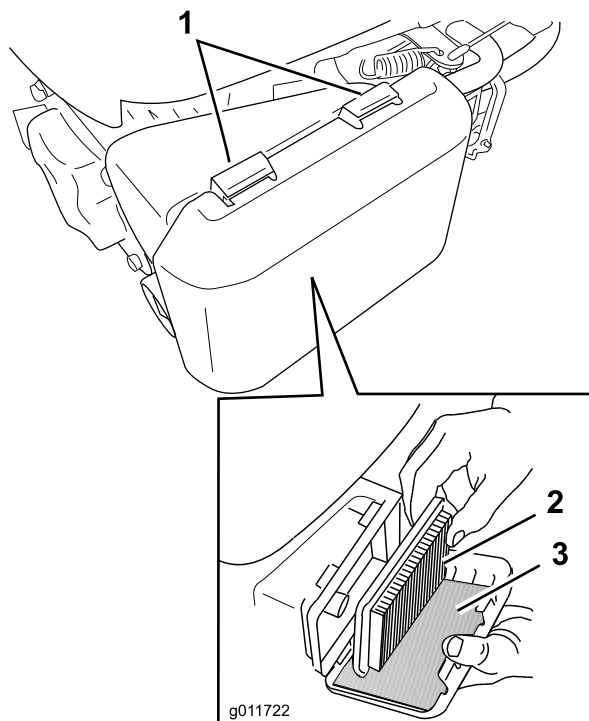

Figura 23
1. Presione hacia abajo los cierres de la parte superior de la tapa del filtro de aire (Figura 23).
3. Retire el filtro de aire de papel y el pre-filtro de gomaespuma (Figura 23).